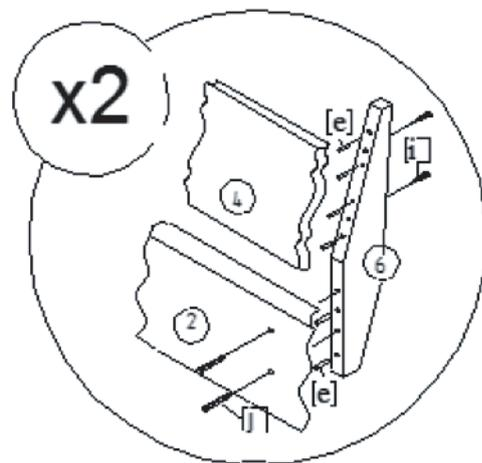

рис.4
- 3) Прикрутить ножку с крепежным уголком поз.5 к мебельному уголку поз. d при помощи винтов поз. a и, предварительно надетых на них, шайб поз. k, вращая ключ поз. f (см. рис.4)
С внешней стороны опоры спинки крепятся саморезами поз. i (см. рис.4)